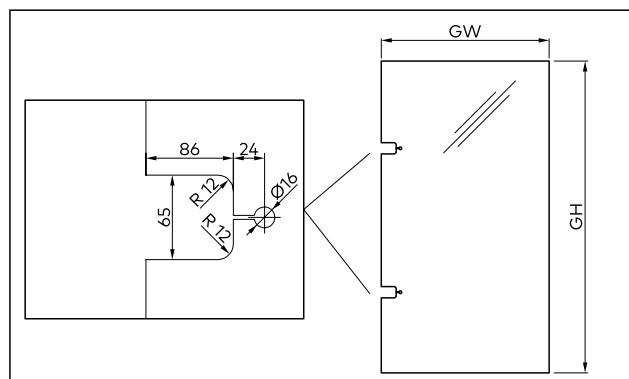

Рис. 7 Размер обработки стекла
2. Проверьте размеры обработки стекла (Рис. 7).